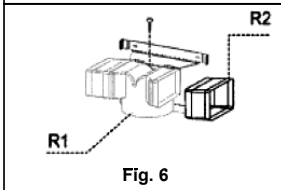

Fig. 6
Für einige Modelle wird ein Set mit Anschlüssen (Fig. 6) mitgeliefert, die mit Spreizdübeln auf einer geeigneten Höhe an der Wand befestigt werden, um den Luftfluss in Übereinstimmung mit den Kaminschlitz zu kanalisieren. Die Verlängerungen R2 seitlich an den Anschlüssen R1 einführen. Den Anschluss R1 über ein Rohr mit Durchmesser 150 mm am Ausgang des Haubenkörpers anschließen.
- **MONTAGE KAMINE (Abb. 6):**